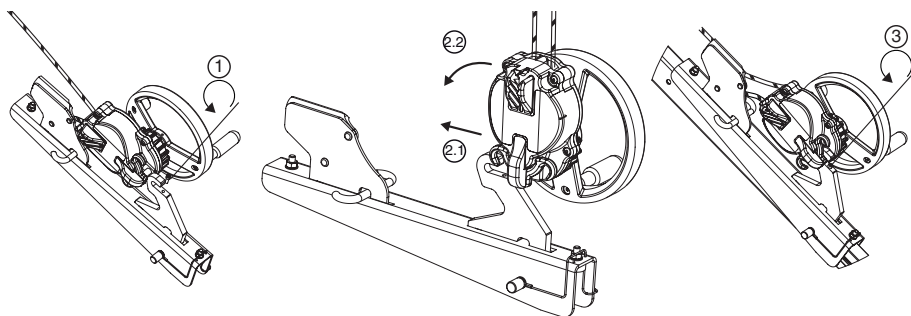

Abb. 8
### 6.3.4. Gerät Derope™ UP R (Abb. 8, 9 und 10)
Das Gerät Derope™ UP R muss gemäß Abb.8 an der Stütze des Dreibaums tracpode von Tractel® angebracht werden. Jede andere Befestigung an einem anderen Punkt des Dreibaums tracpode von Tractel® ist verboten.
1. Die Sicherungsschraube des Befestigungshakens des Adapters für Gerät Derope™ UP R lösen (Abb. 8,1).
2. Das Gerät Derope™ UP R am Befestigungshaken anbringen (Abb.8, 2.1 - 2.2).
3. Die Sicherungsschraube wieder festziehen, um zu vermeiden, dass sich das Gerät vom Adapter löst (Abb.8, 3), und sicherstellen, dass sie ordnungsgemäß angebracht und festgezogen ist.